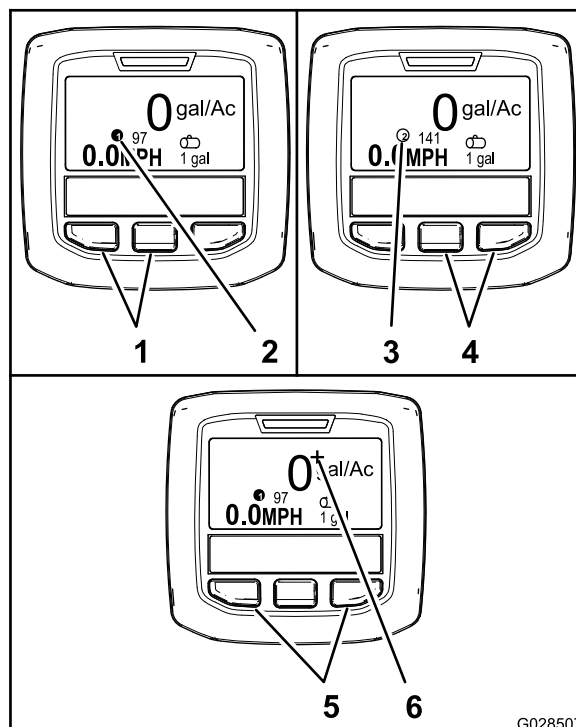

Figura 65
- Pentru a selecta rata de aplicare 1, apăsați cele 2 din stânga de pe InfoCenter (Figura 65).
- Pentru a selecta rata de aplicare 2 (rată de aplicare), apăsați cele 2 butoane din dreapta (Figura 65).
- Pentru a aplica temporar o rată de aplicare amplificată, apăsați i meninei cele 2 butoane exterioare (Figura 65).